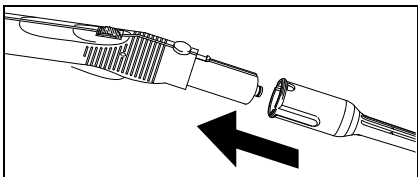

Bild 6
- Anslut önskat tillbehör (D1, E1, F1) med ångpistolen (C1). Stick tillbehörets öppna ände på ångpistolen (C1) och skjut det så långt in på ångpistolen att lås-knappen (C2) låser fast tillbehöret i ångpistolen (se bild 6).